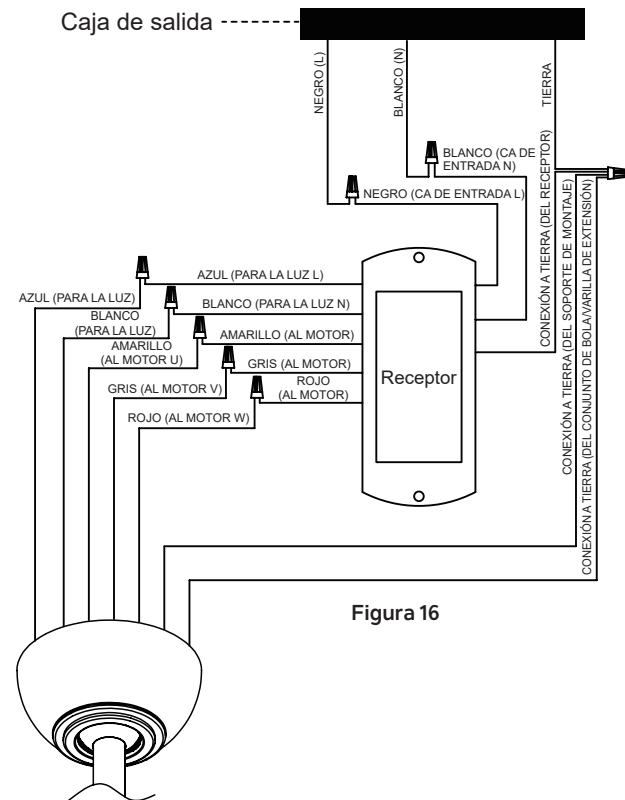

Figura 16
Realice cada una de las conexiones de cables ilustradas en la Figura 16. Asegure cada una con las tuercas para cables proporcionadas.
Paso 1. Conecte el cable AZUL (PARA LA LUZ) del ventilador al cable AZUL marcado "PARA LA LUZ L" del receptor. **(Figura 16)**
Paso 2. Conecte el cable BLANCO (PARA LA LUZ) del ventilador al cable BLANCO marcado "PARA LA LUZ N" del receptor. **(Figura 16)**
Paso 3. Conecte el cable AMARILLO (AL MOTOR U) del ventilador al cable AMARILLO marcado "AL MOTOR" del receptor. **(Figura 16)**
Paso 4. Conecte el cable GRIS (AL MOTOR V) del ventilador al cable GRIS marcado "AL MOTOR" del receptor. **(Figura 16)**
Paso 5. Conecte el cable ROJO (AL MOTOR W) del ventilador al cable ROJO marcado "AL MOTOR" del receptor. **(Figura 16)**
Paso 6. Conecte el cable NEGRO (L) de suministro de la caja de salida al cable NEGRO marcado "CA DE ENTRADA L" del receptor. **(Figura 16)**
Paso 7. Conecte el cable BLANCO (N) neutro de la caja de salida al cable BLANCO marcado "CA DE ENTRADA N" del receptor. **(Figura 16)**
Paso 8. Conecte los cables de CONEXIÓN A TIERRA (VERDE) del soporte de montaje, la bola de suspensión y el receptor a la CONEXIÓN A TIERRA (VERDE) o el CABLE DESNUDO (COBRE) de la casa. **(Figura 16)**